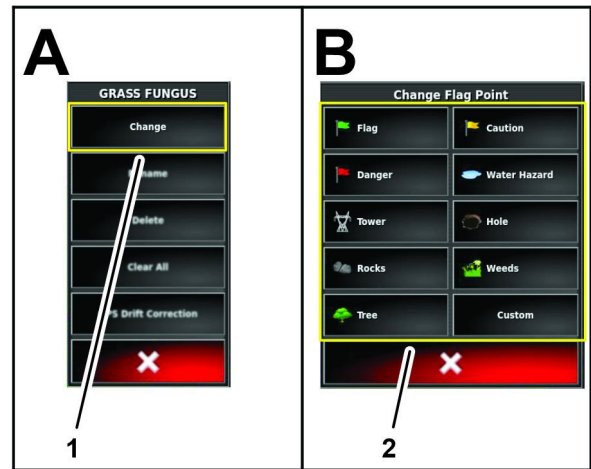

図 84
1. フラッグ編集メニューで、変更アイコンを押す図 84。
2. フラッグポイント変更メニューの中で、フラッグポイントの種類アイコンを押す図 84。